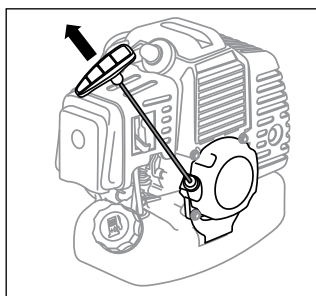

Рис. 14
6. Придерживая триммер, плавно потяните рукоятку стартера до момента зацепления в механизме стартера. После появления сопротивления энергично вытяните шнур на 50–60 см (рис. 14). Во избежание повреждения корпуса стартера не бросайте рукоятку стартера, плавно верните ее в исходное положение. Повторите данные действия 3–5 раз до первой вспышки топлива в двигателе. При этом двигатель заводиться не должен.